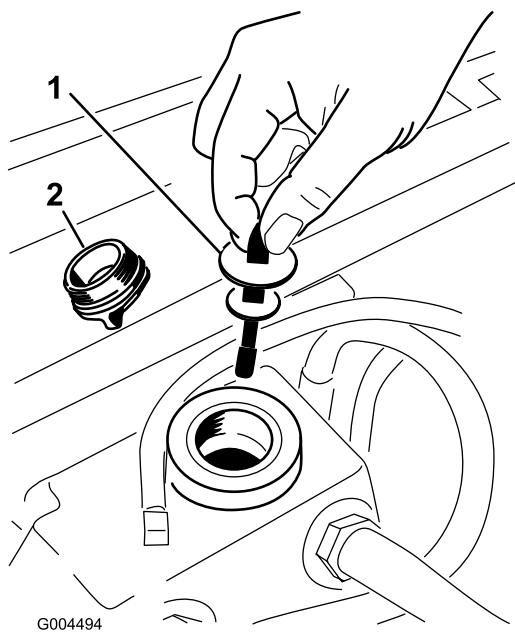

Figura 68
- Retire el tapón de llenado de aceite hidráulico (Figura 68) del cuello de llenado.
4. Retire la varilla y límpiela con un paño limpio (Figura 68).
5. Introduzca la varilla en el cuello de llenado; luego retírela y verifique el nivel del aceite (Figura 68). Si el nivel no está entre las muescas de la varilla, añada suficiente aceite hidráulico de alta calidad para que llegue a la zona de las muescas. **No llene demasiado.**